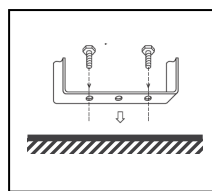

Рис.1
- Наметьте место будущей установки, закрепите прожектор на опорной поверхности при помощи двух винтов (Рис.1).